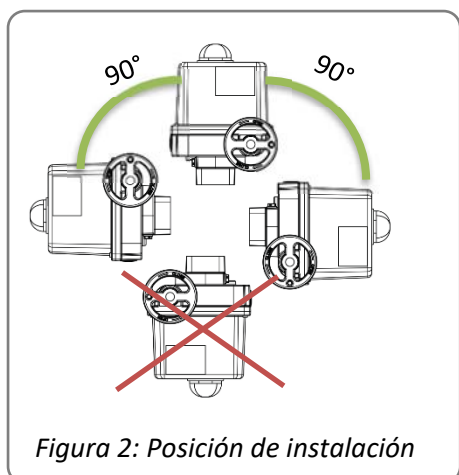

Figura 2: Posición de instalación
- Se permite cualquier posición de instalación, excepto «la cubierta apuntando hacia abajo» (figura 2).